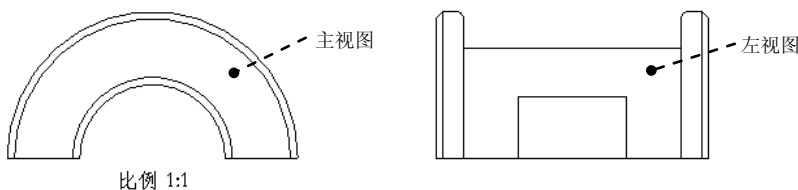

图 3.12.16 左视图
Step3. 双击左视图, 选取 **类别** 区域中的 **视图显示** 选项, 在 **显示样式** 下拉列表中选择 **消隐** 选项, 在 **相切边显示样式** 下拉列表中选择 **无** 选项, 其他参数采用系统默认值, 单击 **确定** 按钮, 此时左视图如图 3.12.16 所示。